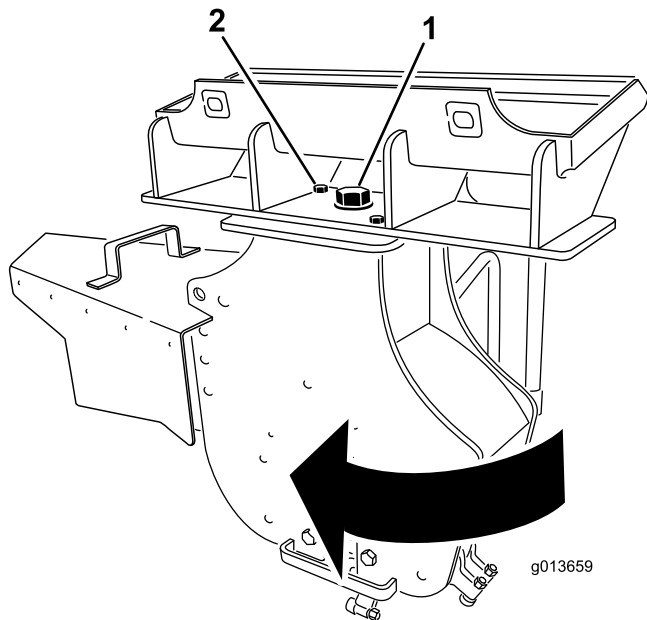

Figura 10
3. Afloje el perno grande situado encima del desbastador (Figura 10).
4. Retire el perno delantero y la tuerca que sujetan el desbastador (Figura 10).
5. Gire el desbastador 30 grados en el sentido de las agujas del reloj (Figura 10).
6. Apriete el perno grande situado encima del desbastador a 406 Nm (Figura 10)
7. Instale el perno y la tuerca en el taladro delantero y apriételes a 101 Nm (Figura 10).
12. Afloje el perno grande situado encima del desbastador (Figura 10).
13. Retire el perno delantero y la tuerca que sujetan el desbastador (Figura 10).
14. Gire el desbastador 30 grados en el sentido contrario a las agujas del reloj (Figura 10).
15. Apriete el perno grande situado encima del desbastador a 406 Nm (Figura 10).
16. Instale el perno y la tuerca en el taladro delantero y apriételes a 101 Nm (Figura 10).